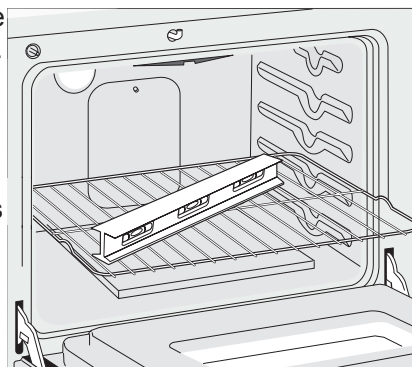

Figure 15
- Vérifiez si l'appareil est à niveau en installant une grille au centre du four et en plaçant un niveau à bulle sur cette dernière (Figure 15).
- Déposez un niveau à bulle sur la grille (figure 15). Prenez 2 lectures en plaçant le niveau en diagonale dans une direction, puis dans l'autre direction. Si
- Insérez un tournevis à pointe fine dans la tige creuse du robinet et insérez dans la tête de la vis. La hauteur de la flamme peut être augmentée ou diminuée en tournant la vis. Tournez la vis dans le sens anti-horaire pour augmenter la dimension de la flamme. Tournez la vis dans le sens horaire pour diminuer la dimension de la flamme (Figure 15).